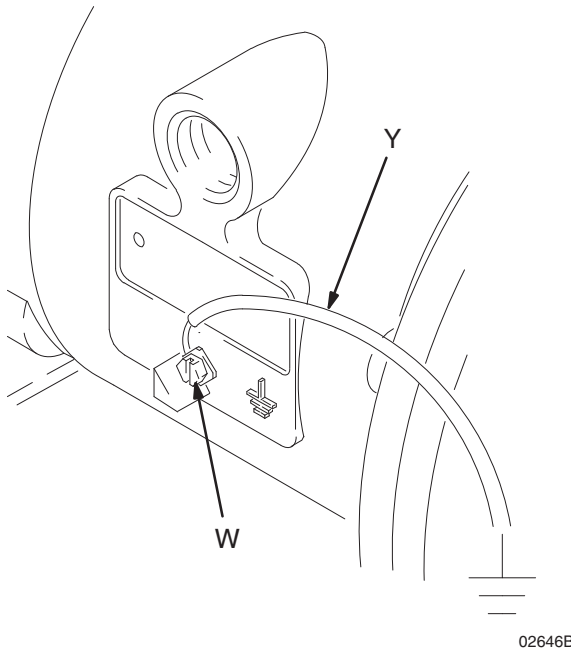

FIG. 1
- **Pompe** : raccordez un fil de terre avec attache comme indiqué sur la FIG. 1. Desserrez la vis de mise à la terre (W). Insérez une extrémité d'un fil de terre (Y) de 1,5 mm² (12 ga) minimum derrière la vis de mise à la terre et serrez cette dernière fermement. Branchez l'extrémité du fil de terre sur